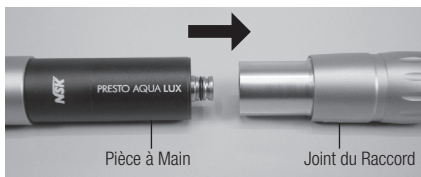

Fig. 5
- 2) Insérer le raccord du cordon dans la turbine (Fig.5)